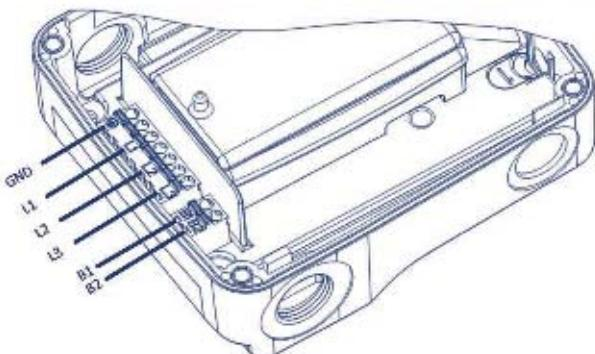

Рисунок 3. Электрическая схема
Электрические соединения насоса необходимо выполнить согласно электрической схеме (рисунок 3), которая отображена на нижней стороне крышки двигателя. Перед этим необходимо отвинтить верхнюю крышку (рисунок 1 – Поз. 2). Согласно стандарту IEC 60416 рекомендуется использовать следующий порядок электрического подсоединения проводов:
- Насос серии GHN basic II оснащен теплозащитой, которую можно подключить к внешнему контролирующему устройству. Если контакты B1 и B2 (рисунок 3) не замкнуты, то двигатель насоса перегревается и его необходимо охладить. Если ошибка повторяется, необходимо произвести сервисное обслуживание.